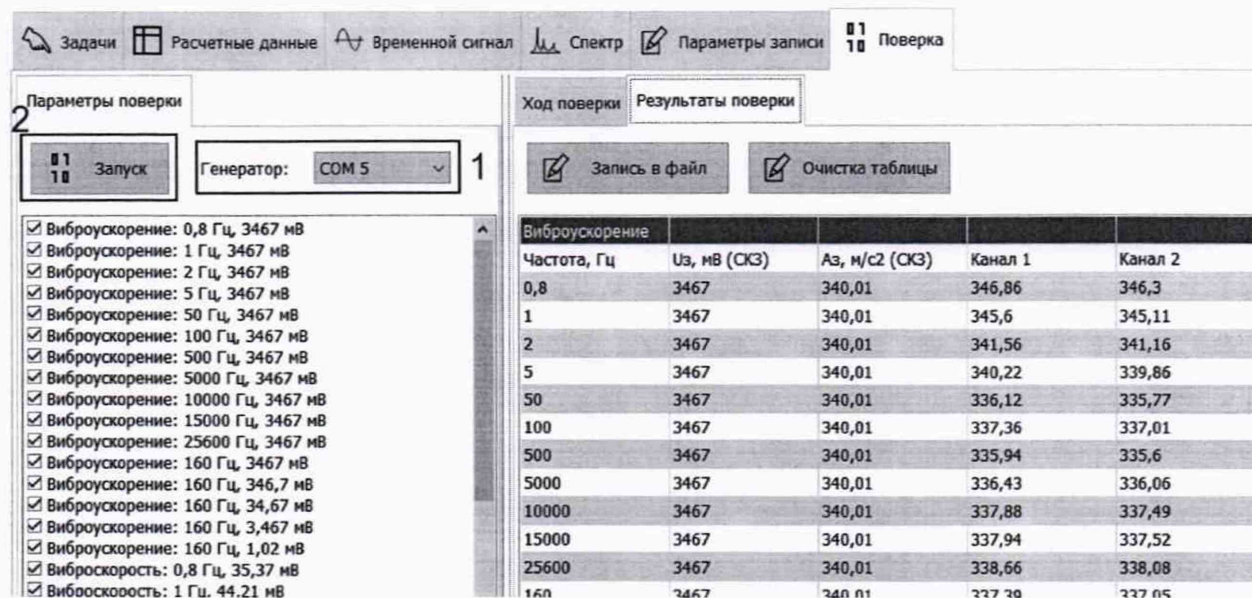

Рисунок 7-3.
5. Во вкладке «**Поверка**»/«**Параметры поверки**» в выпадающем списке «**Генератор:**» выбрать *COM-порт* компьютера к которому подключен генератор – рисунок 7-3. В случае отсутствия возможности подключения генератора к компьютеру в выпадающем списке «**Генератор:**» необходимо выбрать «**(Ручное упр.)**».